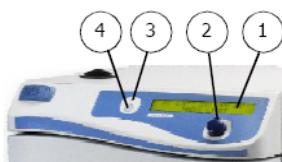

Fig. 6.5 Panel de mandos
Une fois l'interrupteur général (10) enclenché (Fig. 6.5), l'écran (1) (Fig. 6.5) affiche pendant quelques secondes un message indiquant la version du logiciel du contrôleur. Le message qui s'affiche ensuite par défaut correspond au dernier programme utilisé.
Toutes les fonctions se sélectionnent grâce au bouton monocommmande (2) (Fig. 6.5).